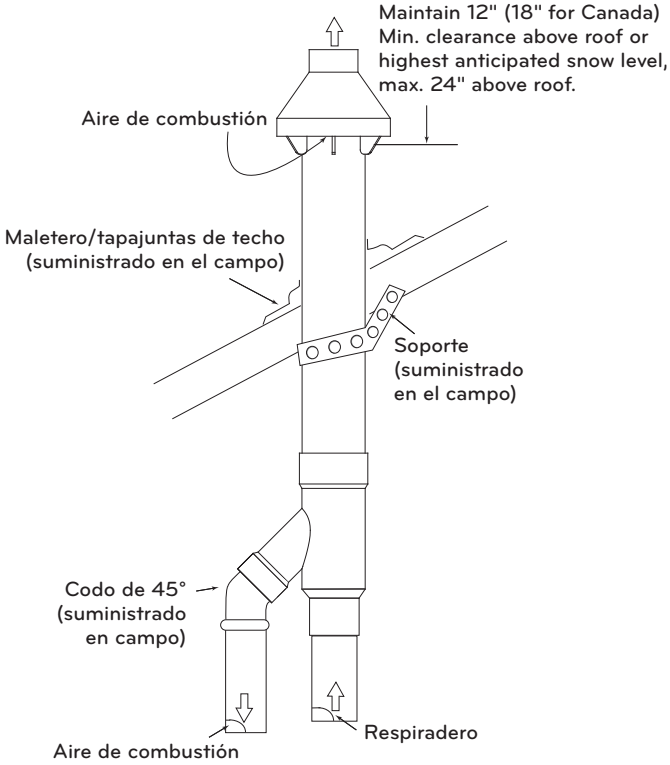

Fig.7-13 Instalación del techo
- Instale el accesorio concéntrico Y cementado y el conjunto de tubería a través del orificio de la estructura y la funda / tapajuntas del techo suministrada en el campo. Ver Fig.7-13).
No amplíe la dimensión "D" más de 60 pulgadas. Ver Fig.7-13.